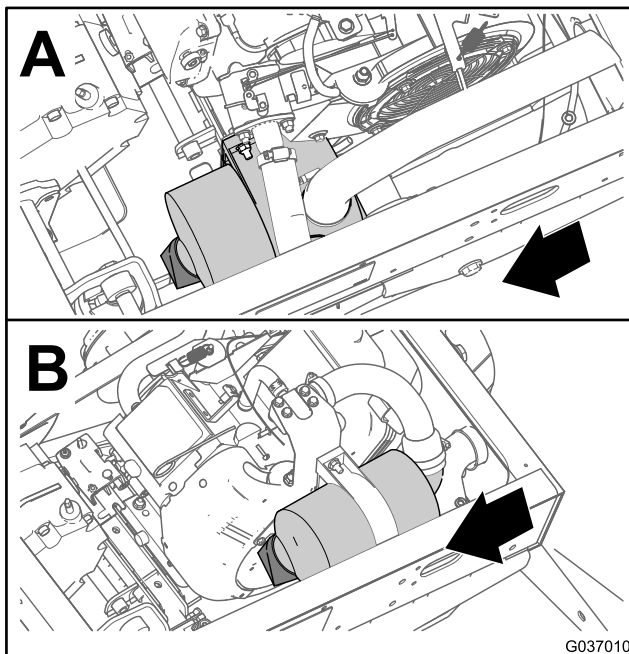
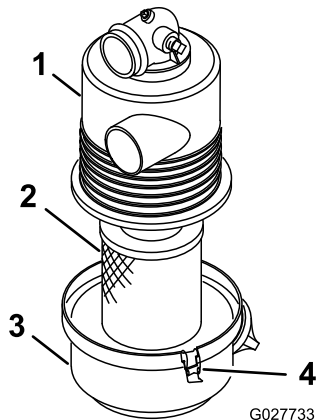

Figura 30
Figura 31
2. Inspeccione la carcasa del limpiador de aire en busca de desperfectos que pudieran causar una fuga de aire (Figura 30 y Figura 31).
- Abra los enganches que sujetan la tapa del filtro de aire a la carcasa del filtro de aire (Figura 31).
- Separe la tapa del filtro de aire de la carcasa del filtro de aire, y limpie el interior de la tapa (Figura 31).
- Instale el elemento del filtro de aire en la carcasa del filtro de aire (Figura 31).
- Alinee la tapa del filtro de aire con la carcasa del filtro de aire (Figura 31).
- Sujete la tapa a la carcasa con los enganches (Figura 31).